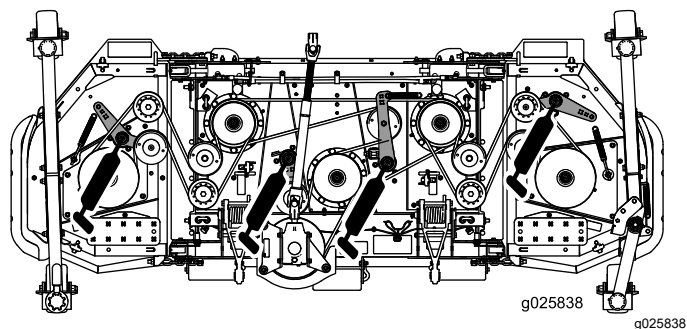

Рисунок 19
- Шарниры рычагов натяжных роликов (4 места) (Рисунок 19)